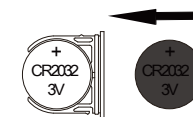

fig.2
---Coloque a bateria CR2032 no compartimento da bateria, com o lado positivo da bateria (+) voltado para cima (fig. 2)